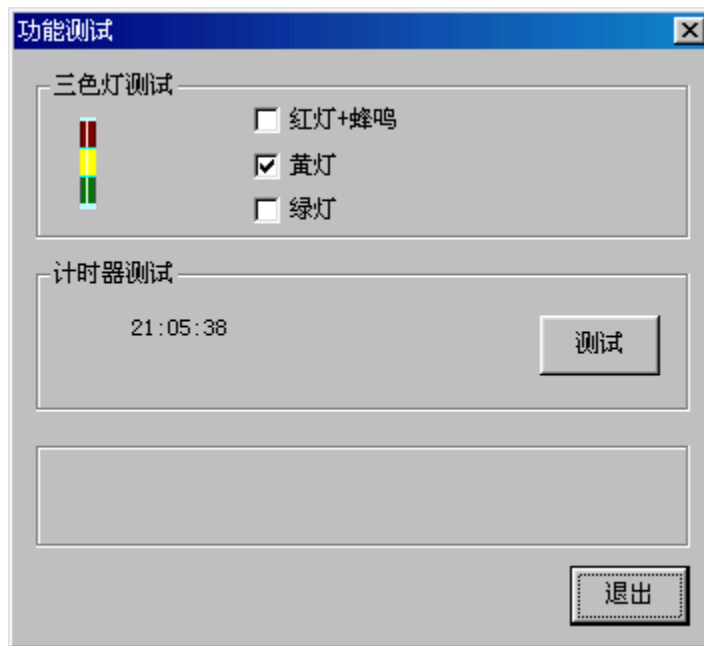

图 5-13
1. 单击工具栏上[测功能] 按钮, 显示“功能测试”对话框。如图 5-13 所示。